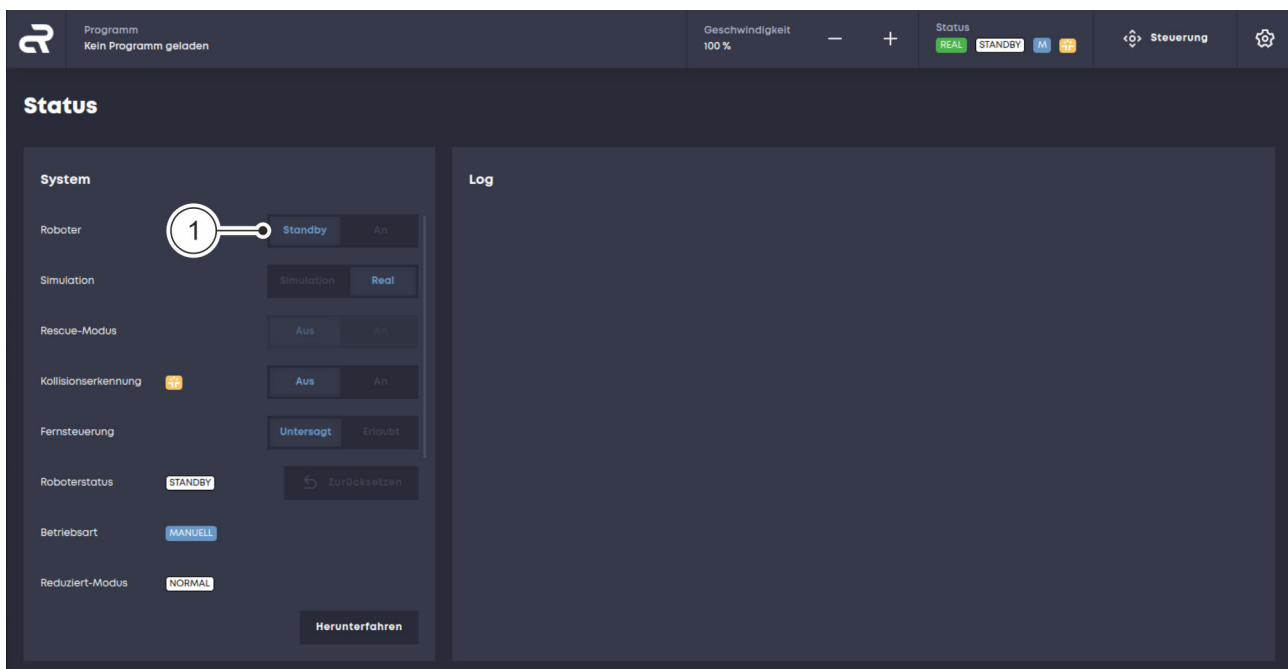

Abb. 50 Standby-Modus
01. Im Menü „Status“ beim Punkt „Roboter“ auf die Schaltfläche „Standby“ klicken Abb. 50 / ①.